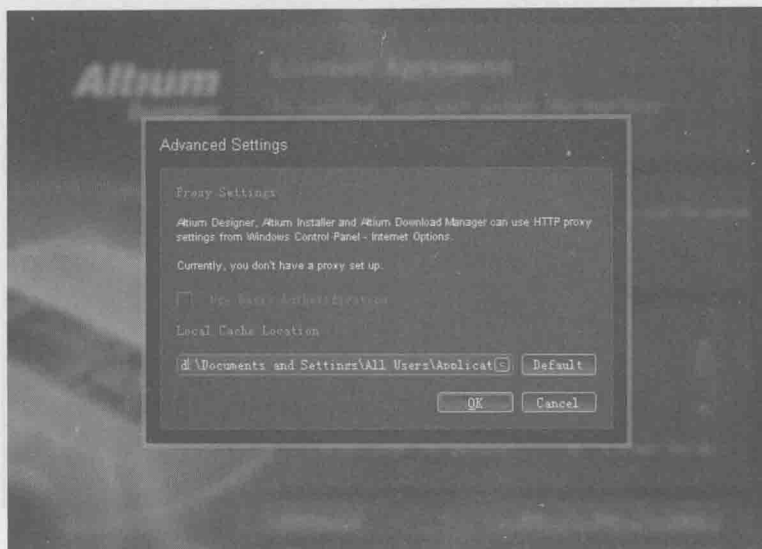

图 1-3 设置路径
3. 单击左下角“Advanced (高级)”按钮,弹出“Advanced Setting (高级设置)”对话框,选择文件安装路径,如图 1-3 所示。单击“OK”按钮,退出对话框。